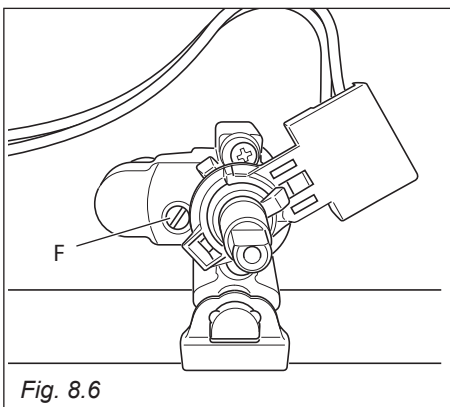

Fig. 8.6
I rubinetti del piano di lavoro sono dotati di valvolatura di sicurezza; in questi rubinetti la vite di regolazione del minimo è situata all'esterno del rubinetto (fig. 8.6).
- Sfilare la manopola del rubinetto e con un cacciavite a taglio agire sulla vite “F” (fig. 8.6) fino ad ottenere la fiamma desiderata.